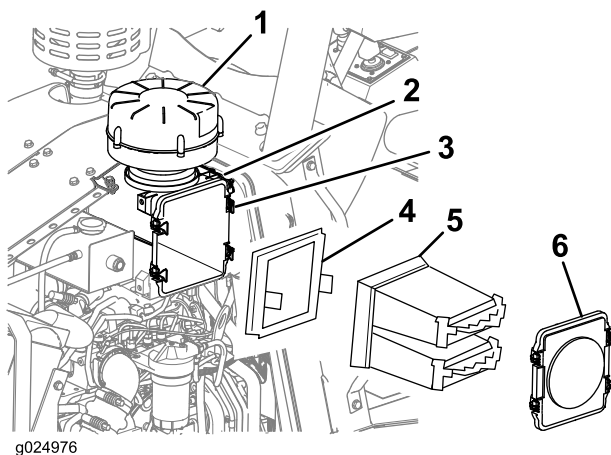

Bild 75
- Lösen Sie die vier Riegel, mit denen die Luftfilterabdeckung befestigt ist, und nehmen Sie die Abdeckung ab (Bild 75).
- Nehmen Sie Einsätze des Hauptluftfilters und sekundären Luftfilters aus dem Luftfiltergehäuse heraus (Bild 75).
- Reinigen Sie das Luftfiltergehäuse innen mit einem sauberen und feuchten Tuch (Bild 75).
- Befestigen Sie die Luftfilterabdeckung mit den vier Riegeln am Luftfiltergehäuse (Bild 75).